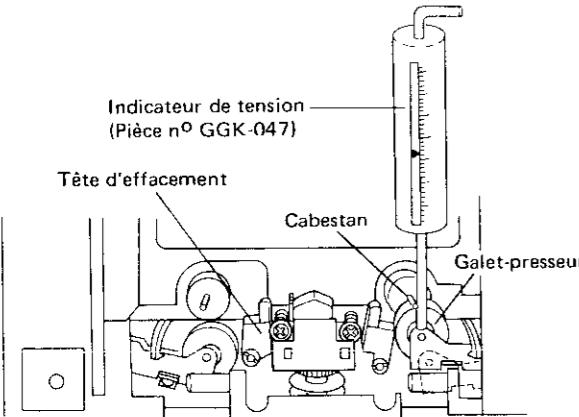

Fig. 12-1 Réglage de la pression du rouleau de serrage
- Pousser doucement contre le bras du rouleau de serrage avec un étalon de tension comme indiqué Fig. 12-1. La lecture doit se situer entre 250 et 400gr. au moment où le rouleau de serrage est séparé du cabestan, et où le cabestan se arrête à tourner.